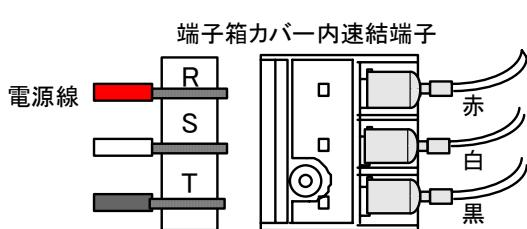
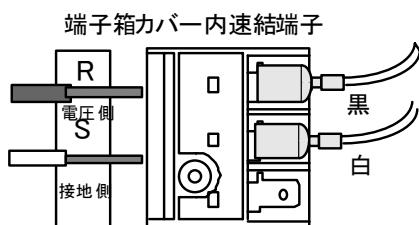

図5 三相運転型結線方法
図6 単相運転型結線方法
- (1) 配線は、三相運転型の場合は、図5を参照してください。単相運転型は図6を参照してください。